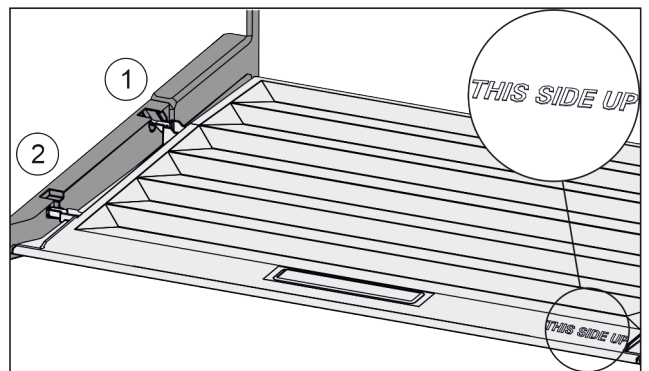

Fig. 95
- ▶ Skyv inn dekseltrinn via åpningen til bakre holder Fig. 95 (1) og klikk dem på plass i fremre holder Fig. 95 (2).